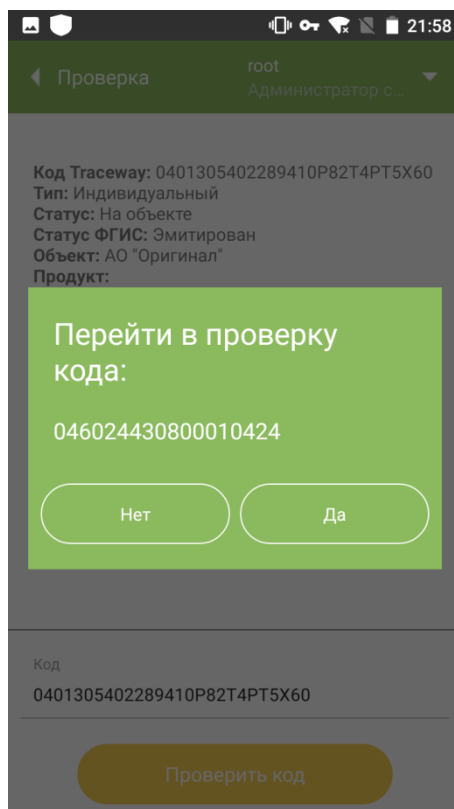

Рисунок 14.4
3. Для просмотра информации по связанным кодам (группового, в состав которого входит индивидуальный, или индивидуального, входящего в состав группового) нажать на ссылку связанного кода, выделенную синим цветом. Подтвердить переход к проверке выбранного связанного кода (Рисунок 14.4).